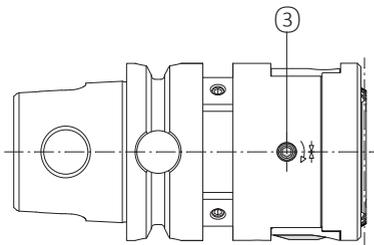

Рис. 3
4. Ослабьте крепежный штифт с резьбой (3) (рис. 3).
6. Затяните крепежный штифт (3) (Рис. 3) (крутящий момент затяжки 3 Н·м (26,55 дюймофунтов))